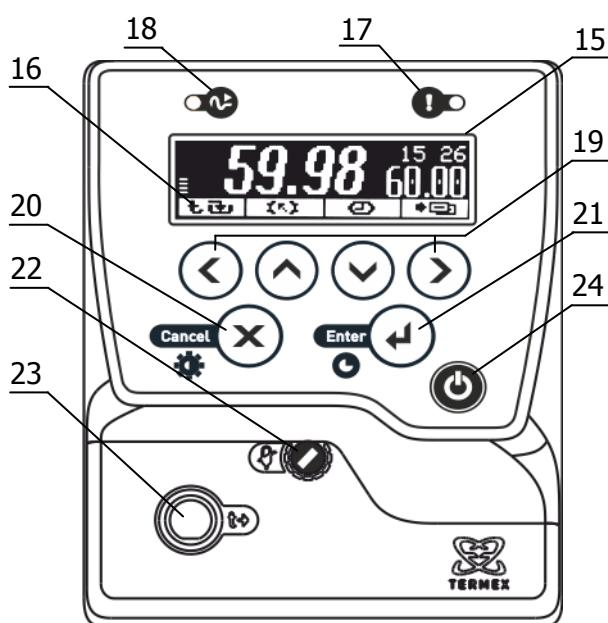

Рисунок 2 – Лицевая панель
Система безопасности блока регулирования отключает двигатель насоса и нагреватель при срабатывании хотя бы одной из защит или неисправности управляющего датчика (1.2.13). При срабатывании системы безопасности раздается звуковой сигнал, загорается индикатор 17 (рисунок 2) и на дисплей 15 выводится информация о причине неисправности.
2.3.1 После подключения сетевого кабеля к электрической сети блок регулирования переходит в режим ожидания. Подключение сопровождается кратковременной подсветкой дисплея 15 (рисунок 2).
2.3.6 Для регулировки яркости подсветки или контраста дисплея нажать кнопку 20 (X), выбрать изменяемый параметр кнопками (▲) и (▼) и установить его значение кнопками (◀) и (▶). Зафиксировать изменение нажатием кнопки 21 (↔) (рисунок 2).
2.5.6 Для выбора уставки в качестве текущей кнопками (\blacktriangle) и (\blacktriangledown) подвести к ней указатель. Значение отмеченной уставкой дублируется крупными цифрами в правой части дисплея. Для подтверждения выбора отмеченной уставки нажать кнопку 21 (\leftarrow). Для отмены выбора нажать кнопку 20 (\times) (рисунок 2).
2.5.7 Для изменения численного значения отмеченной уставкой нажать кнопку (\blacktriangleright). На рамке, обрамляющей значение уставки в правой части дисплея, появятся “засечки”, указывающие на изменяемую позицию в численном значении. Цифра в отмеченной позиции мигает. Нажатиями кнопок (\blacktriangle) и (\blacktriangledown) установить требуемую цифру в отмеченной позиции. Если удерживать кнопку нажатой, значение уставки будет изменяться непрерывно. Нажатиями кнопок (\blacktriangleleft) и (\blacktriangleright) переместить отметку изменяемой позиции. Дискретность изменения значения уставки зависит от положения изменяемой позиции: если отмечена позиция десятков, то при единичном нажатии кнопки (\blacktriangle) или (\blacktriangledown) значение уставки изменится на 10 °C. Если отмечена позиция десятых долей, то значение уставки изменится на 0.1 °C соответственно. Закончить ввод нового значения уставки нажатием кнопки 21 (\leftarrow). Для возврата к значению уставки до ее изменения нажать кнопку 20 (\times) (рисунок 2).
2.6.3 При срабатывании защиты раздается звуковой сигнал и загорается красный индикатор срабатывания системы безопасности 17 (рисунок 2). Работа насоса и нагревателя будет блокирована. На дисплее отобразится текущее состояние системы защиты.
2.6.5 После устранения причины срабатывания защиты или ее отключения кнопкой (►) индикатор 17 (рисунок 2) погаснет. Перевести блок регулирования в рабочий режим нажатием кнопки 21 (↔).